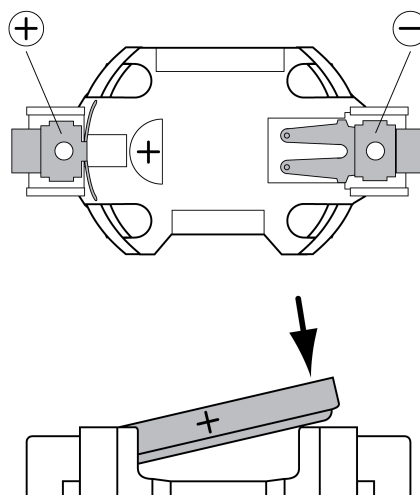

Bild 6: Batterie einlegen
- Neue Batterie an den Plus-Kontakt des Batteriehalters anlegen (Bild 6). Dabei auf die Polarität achten: Der Plus-Pol der Batterie muss oben liegen.